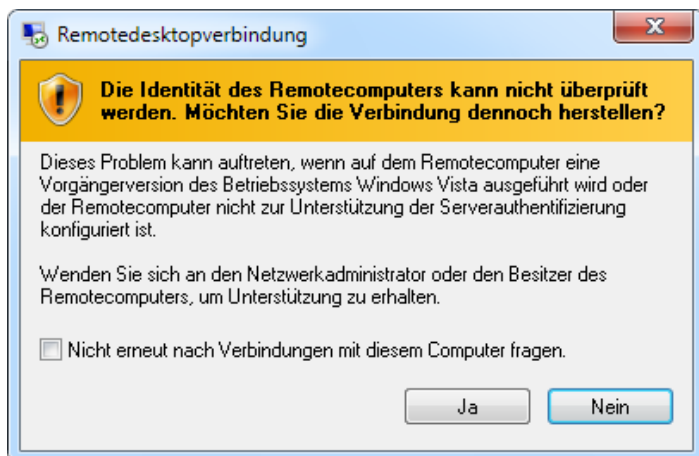

Abb. 6.3 Anzeige zur Identität des Remotecomputers
- ▶ Je nach Konfiguration Ihres Windows-Betriebssystems erfolgt evtl. noch eine weitere Nachfrage, ob die Verbindung hergestellt werden soll (Identität des Remotecomputers, Abb. 6.3). Aktivieren Sie gegebenenfalls auch hier die Option, nicht erneut nachzufragen.